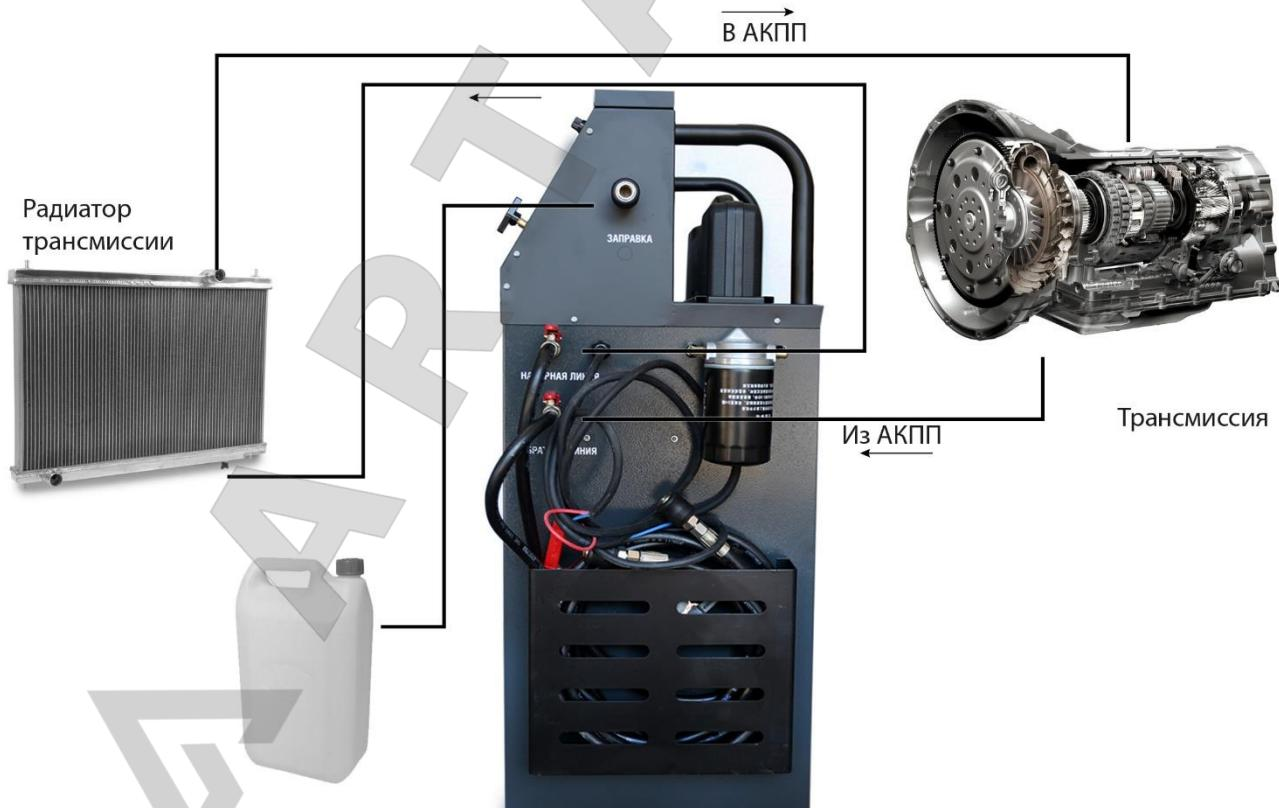

Рис.4 Схема процесса цикла очистки
4. Согласно схеме (рисунок 4) найдите входное отверстие на радиаторе трансмиссии и точку слива трансмиссионной жидкости в коробке передач.